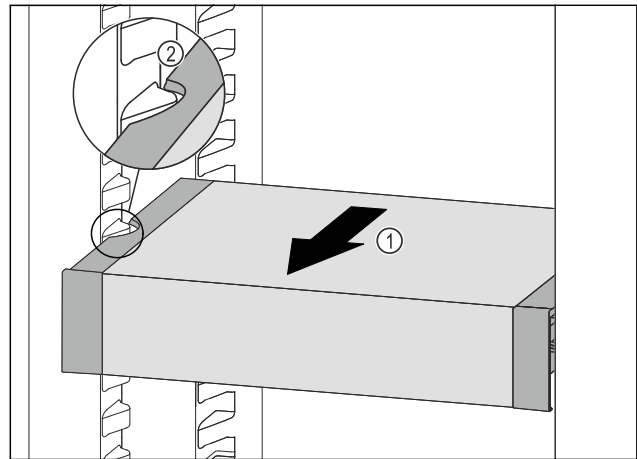

Fig. 184
- ▶ VarioSafe nach vorne ziehen Fig. 184 (1), bis sich die seitlichen Aussparungen des VarioSafes auf Höhe der Behälterrippe im Kühlteil befinden. Fig. 184 (2)